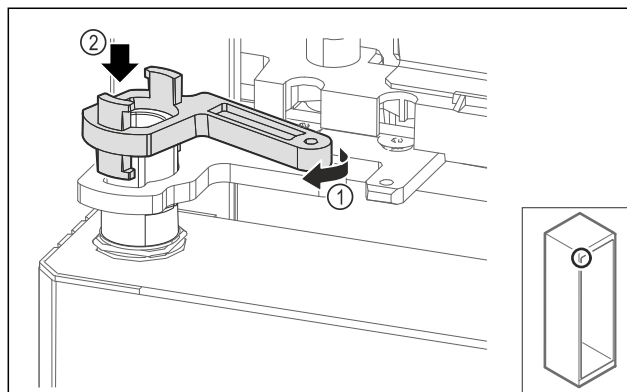

Fig. 66
- Fordítsa el kissé a csapágybak zárját Fig. 66 (1), és helyezze a hüvelyre Fig. 66 (2).